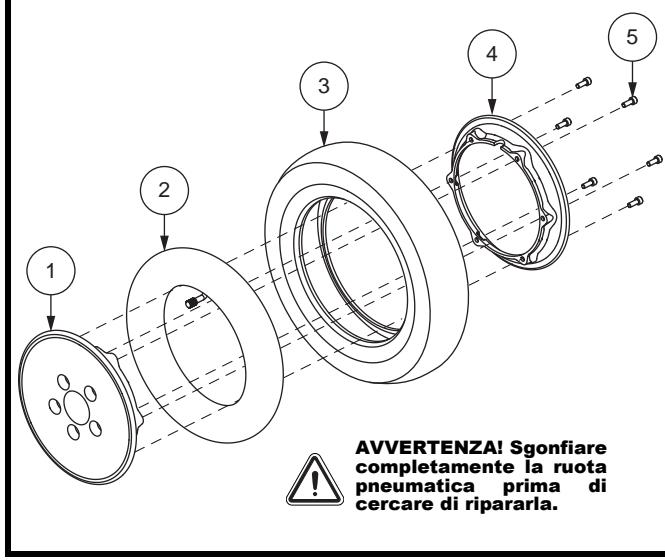

Figura 23. Ruota pneumatiche motrice smontata/ montaggio
6. Rimuovere le viti che fissano i cerchi. Vedere figura 23.